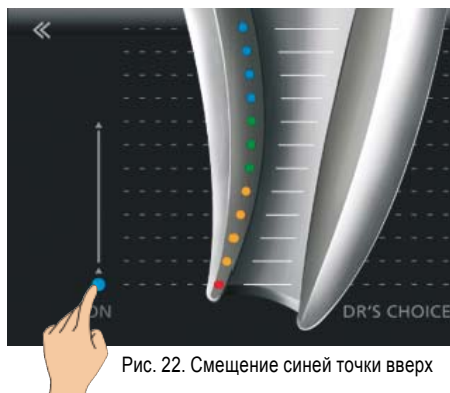

Рис. 22. Смещение синей точки вверх
- Положите свой палец на синюю точку и выведите ее в желаемую позицию на апикальном участке (рис. 22).